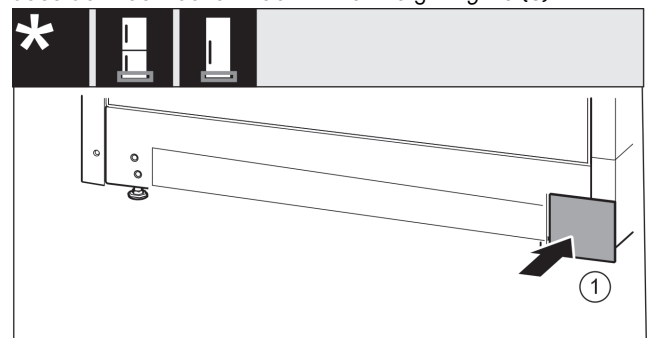

Fig. 17
- Abdeckung auf der anderen Seite wieder aufsetzen. Fig. 17 (1)